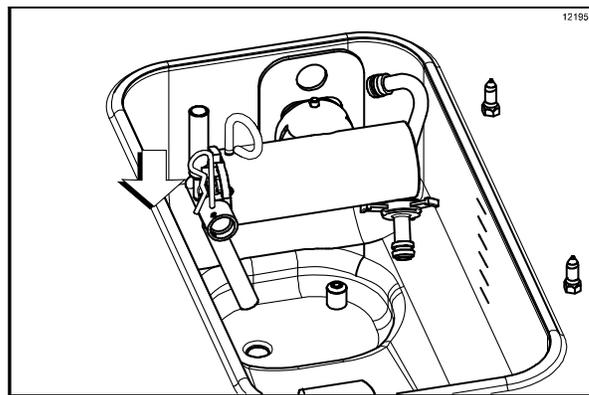

図162
17. ロッキングピンをポンプから外します。ミックスホッパーの隅にミックスフィードチューブを立てておきます。ロッキングクリップは、ポンプハウジングのアウトレットフィッティングに差しておきます(図162を参照)。